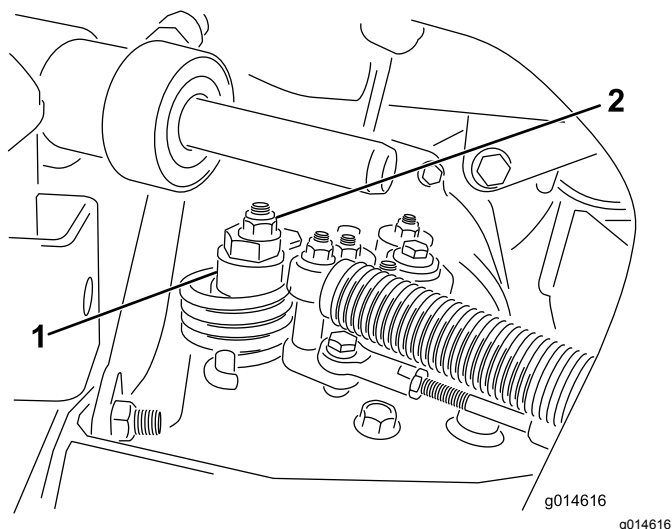

Рисунок 37
- A. Ослабьте контргайку крепления эксцентрика к верхней части гидростата (**Рисунок 37**).
- C. Поворачивайте эксцентрик до тех пор, пока не прекратится медленное вращение колеса в любом направлении. Когда колесо перестанет вращаться, затяните гайку, которая фиксирует эксцентрик и регулировку (**Рисунок 37**). Проверьте регулировку при положениях дроссельной заслонки МЕДЛЕННО и БЫСТРО.